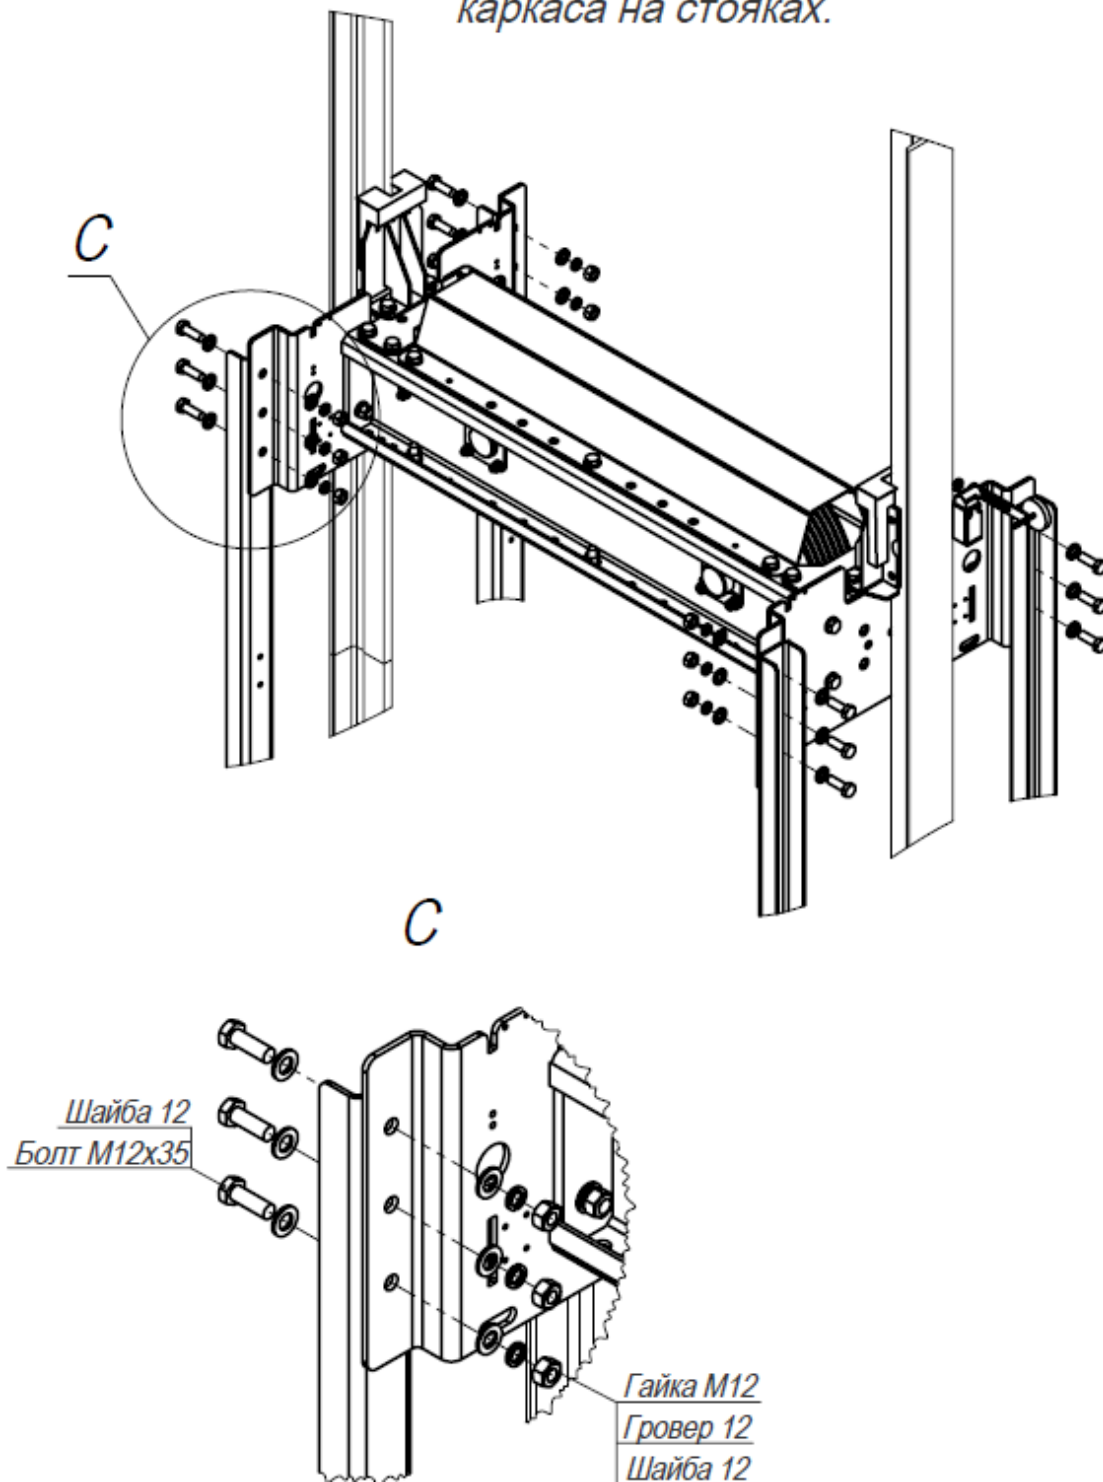

Рис. 18
7.1.3 Закрепить верхнюю балку каркаса на стояках (рис. 18).